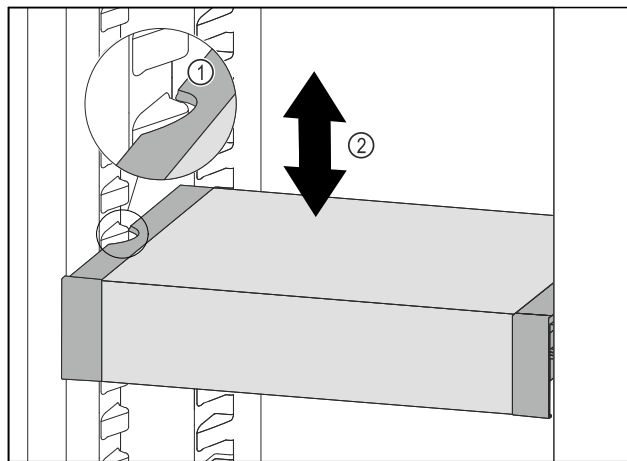

Fig. 99
- Изтеглете VarioSafe напред, докато страничните прорези на VarioSafe се намират на височината на реброто на съда в хладилната част. Fig. 99 (1)
- Преместете VarioSafe нагоре или надолу в хладилната част, докато се достигне желаната височина. Fig. 99 (2)